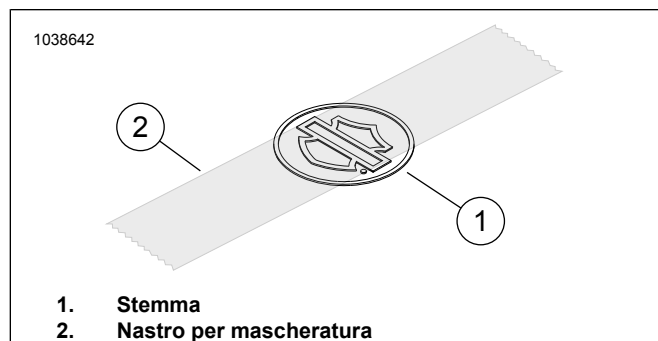

Figura 1. Applicazione del nastro allo stemma
2. Vedere Figura 1 Posizionare un pezzo di nastro per mascheratura di 7 cm sulla parte del marchio Bar & Shield.